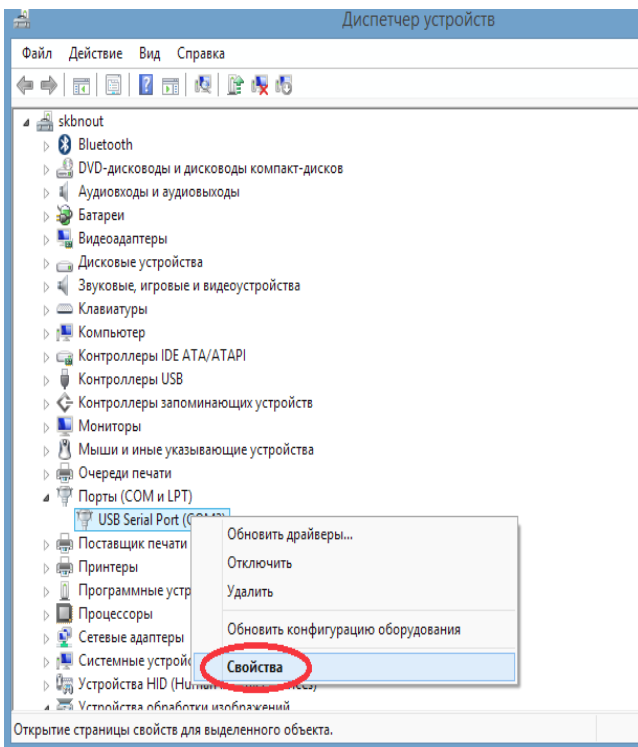
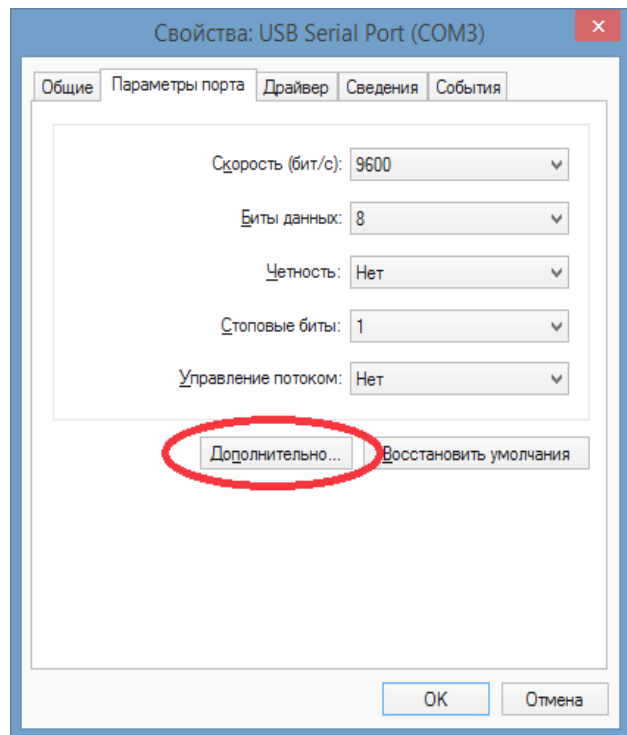

Рисунок 11
Рисунок 12
3) в открывшемся окне в дереве «Диспетчера устройств» развернуть ветку «Порты (COM и LPT)»; на названии порта, соответствующего переходнику USB/PM, щелкнуть правой кнопкой мыши и выбрать пункт «Свойства» (Рисунок 11). В открывшемся окне свойств на вкладке «Параметры порта» нажать кнопку «Дополнительно...» (Рисунок 12)